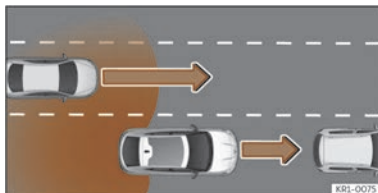

Abb. 136 Überholen mit Verkehr im hinteren Bereich.
- Bei einer Überholung durch ein anderes Fahrzeug >>> (**Abb. 136**).